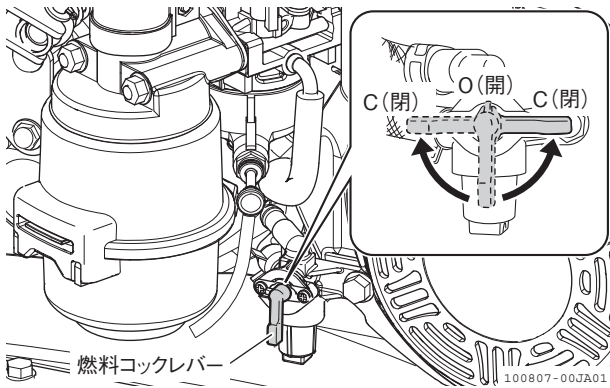

図 4-21 燃料コックレバー
1. 燃料コックレバーを「C（閉）」位置にします。（図 4-21）